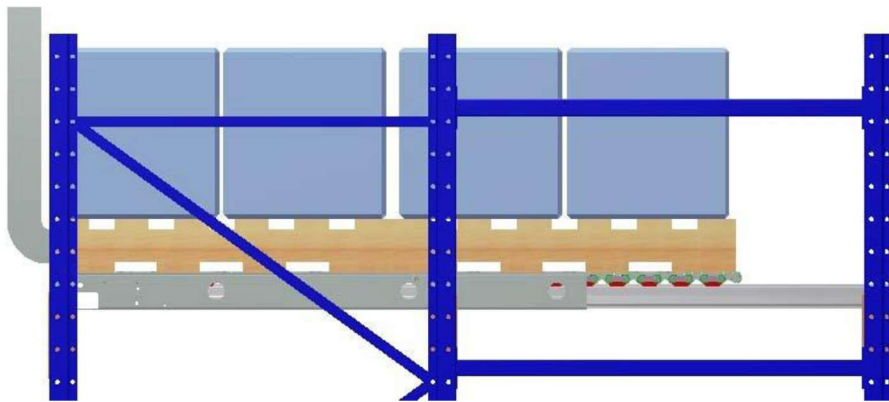

Fig. 7
**Passaggio 5:** allineare il pallet a filo con la parte anteriore dei binari come mostrato. Abbassare delicatamente sui binari. (Fig. 7)